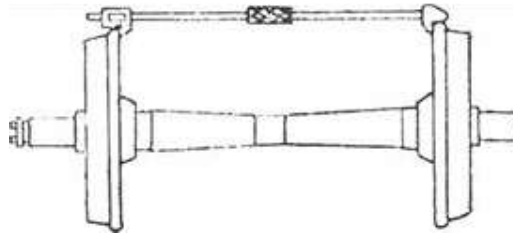

Рисунок 1. Положение штихмаса при измерении расстояния между внутренними гранями колес.
1. Расстояние между внутренними гранями колес измеряют штихмасом в четырех точках, расположенных в двух взаимно перпендикулярных плоскостях. При измерении выявляется возможная разность расстояний (рисунок 1).